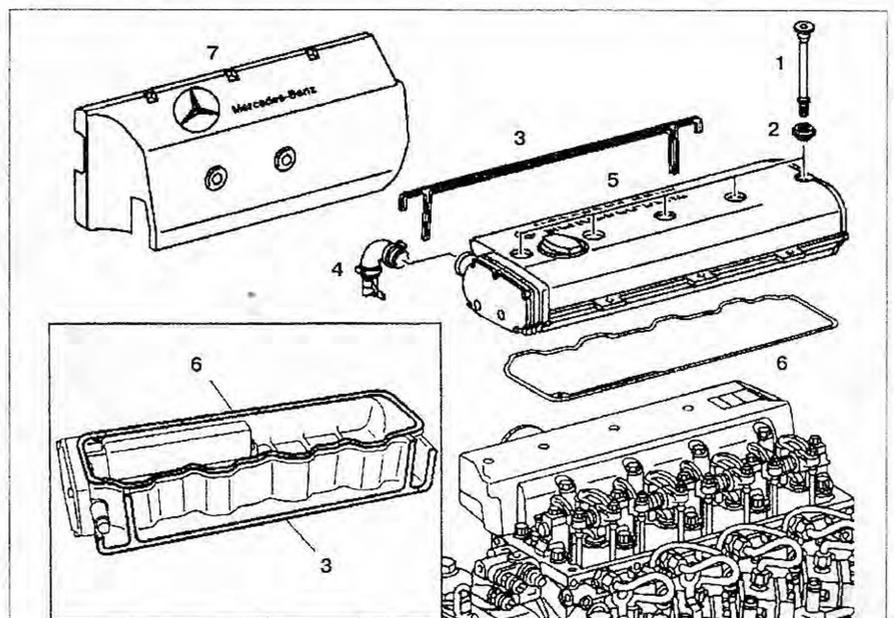

Рис. 3.5. Крышка головки блока цилиндров:
2. Снимите декоративную панель двигателя **7** (рис. 3.5).